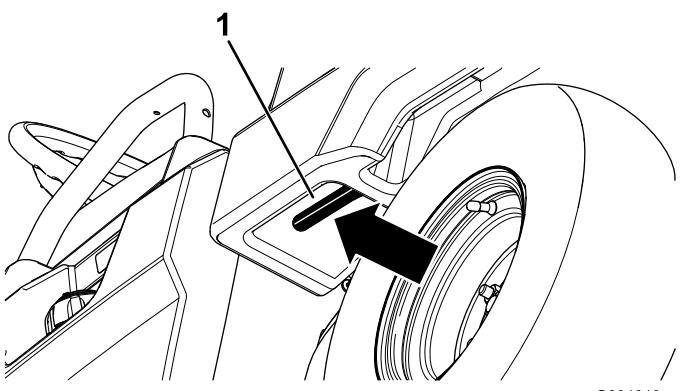

Figure 21
1. Tirez le levier situé à l'intérieur et à gauche du plateau de chargement vers vous, et levez le plateau (Figure 21).
1. Levez légèrement le plateau de chargement en soulevant le levier de verrouillage (Figure 21).